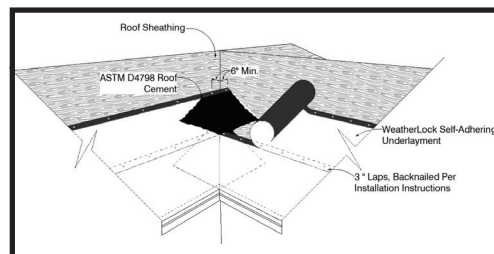

Fig. 3
9. Optional Valley Installation: WeatherLock Specialty Tile & Metal can be installed in a woven pattern in valleys if desired. First install a metal valley liner if required by local code requirements, then install WeatherLock Specialty Tile & Metal. Starting at the eaves, extend each course so the top of the underlayment is minimum 6 inches beyond the valley centerline, alternating on each side of the valley. Lay down a bed of ASTM 4586 roof cement in any areas where the overlying course will be contacting the facer of the underlying course. Continue the alternating pattern to the top of the valley. (See Fig. 3)
9. Instalación opcional en limahoyas: WeatherLock Specialty Tile & Metal se puede instalar en un c tejido en las limahoyas si se desea. Primero, instale un revestimiento metálico de limahoya, si así lo requieren los requisitos del código local, luego instale WeatherLock Specialty Tile & Metal. Comenzando en los aleros, extienda cada hilera de modo que la parte superior de la membrana esté al menos 6 pulgadas más allá de la línea central de la limahoya, alternando a cada lado de la limahoya. Coloque un lecho de cemento para techos ASTM D4586 en cualquier área donde la hilera superpuesta entre en contacto con la cara de la hilera subyacente. Continúe el patrón alternado hasta la parte superior del valle. Ver la Fig.3.